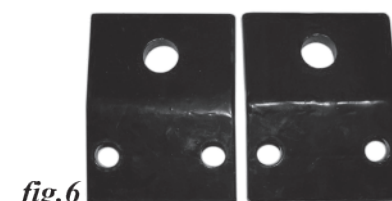

fig.6
5. Fixez les deux supports de patins (de fig.6) au fond de la nervure transversale inférieure sur le dos de la lame du chasse-neige. Ils devraient être attachés de sorte qu'ils sont en forme de coupe vers le haut, les extrémités des supports avec les